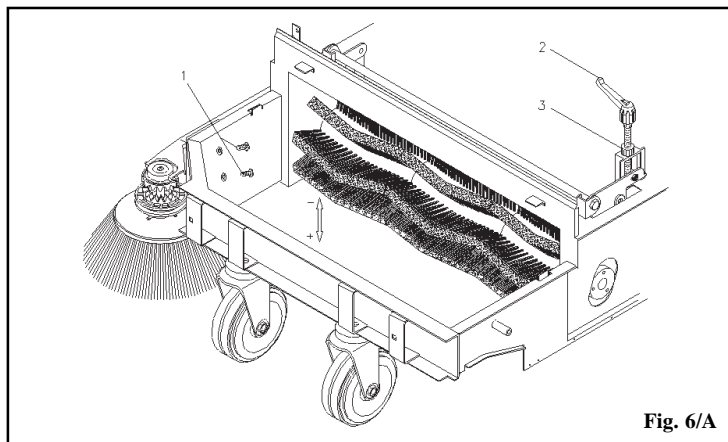

Fig. 6/A
Per regolare la spazzola centrale togliere il cofano superiore ed agire sulla maniglia di regolazione allentando prima la ghiera di fermo **pos. 3 Fig. 6/A** e poi ruotando la maniglia **pos. 2 Fig. 6/A** nella direzione desiderata (senso orario aumenta la pressione). Alzando la maniglia è possibile farla girare a vuoto per poterla posizionare in modo che non ostacoli la richiusura del cofano superiore.
Regolazione versione 505ET (Fig. 6/B)